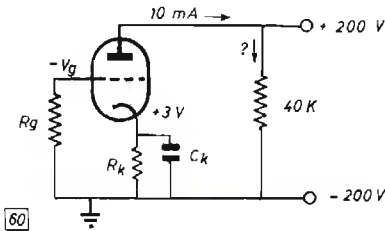

Fig. 60
1) In un tubo si vuole ottenere un potenziale di griglia  $-V_g = 3\text{ V}$  mediante polarizzazione catodica. La corrente anodica è di 10 mA. (fig. 60).